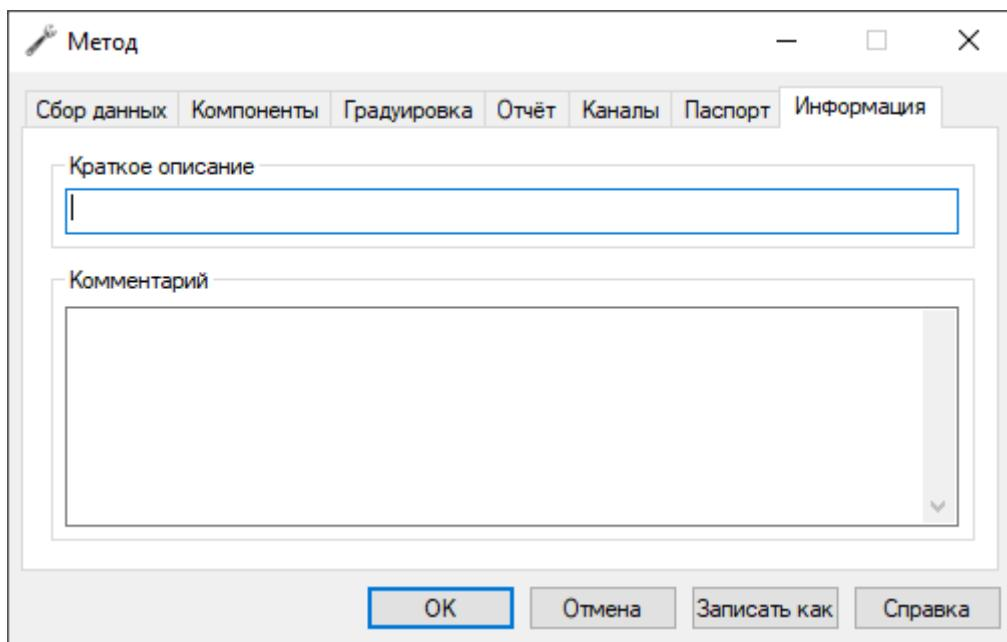

Рис. 39: Метод &gt; Информация
8. Во вкладке *Информация* (Рис. 39) укажите информацию о методе: